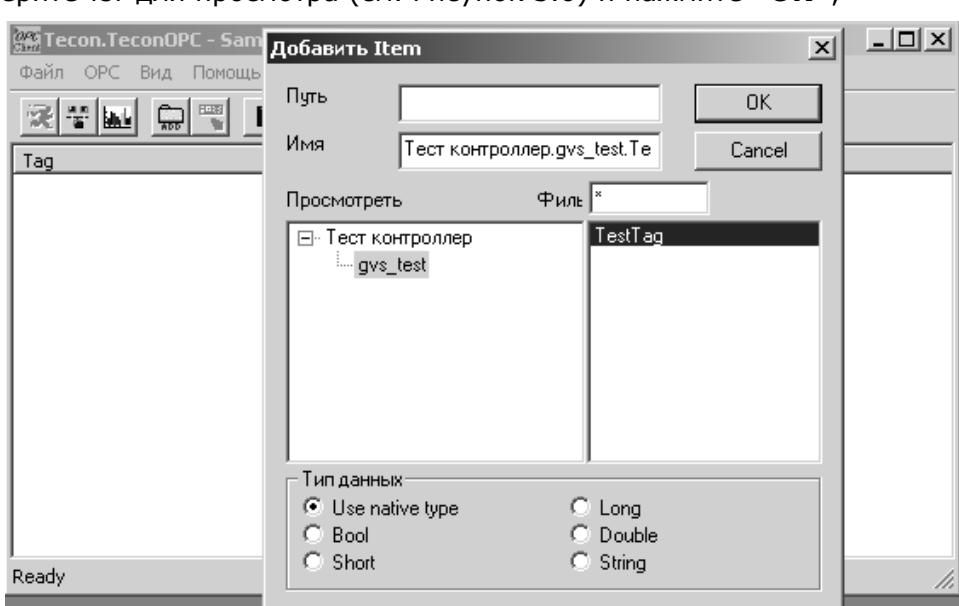

Рисунок 3.6 - Добавление элемента для просмотра в простом OPC-клиенте (пример)
- в) нажмите на кнопку , для добавления объекта просмотра в OPC-клиенте. Выберите тэг для просмотра (см. Рисунок 3.6) и нажмите «OK»;